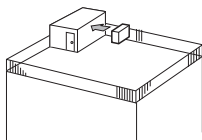

Fig. 2-3
(1) Direcione a saída de ar para a parede mais próxima a uma distância de 35 cm. (Fig. 2-3)